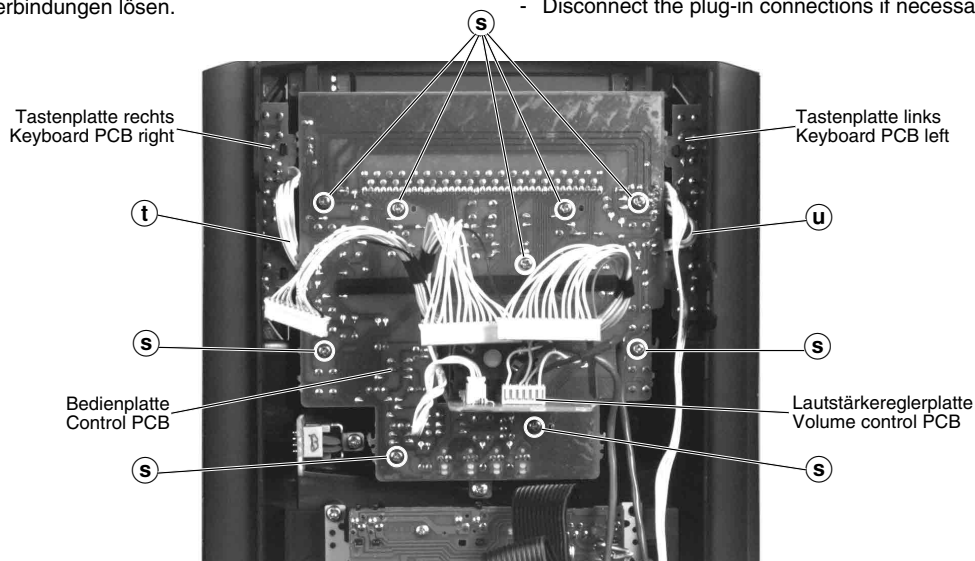

Fig. 15
- 9 Schrauben ⑳ herausdrehen (Fig. 15).
- Bei Bedarf Zuleitungen zur rechten ㉑ bzw. linken ㉒ Tastenplatte markieren und ablöten (Fig. 15).
- Undo 9 screws ⑳ (Fig. 15).
- If necessary mark and unsolder the connecting leads to the right ㉑ or left ㉒ keyboard PCB (Fig. 15).